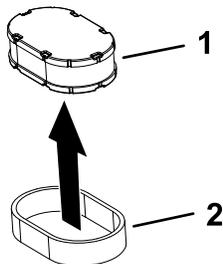

Рисунок 39
- Отделите друг от друга элементы из пеноматериала и бумаги (Рисунок 39).